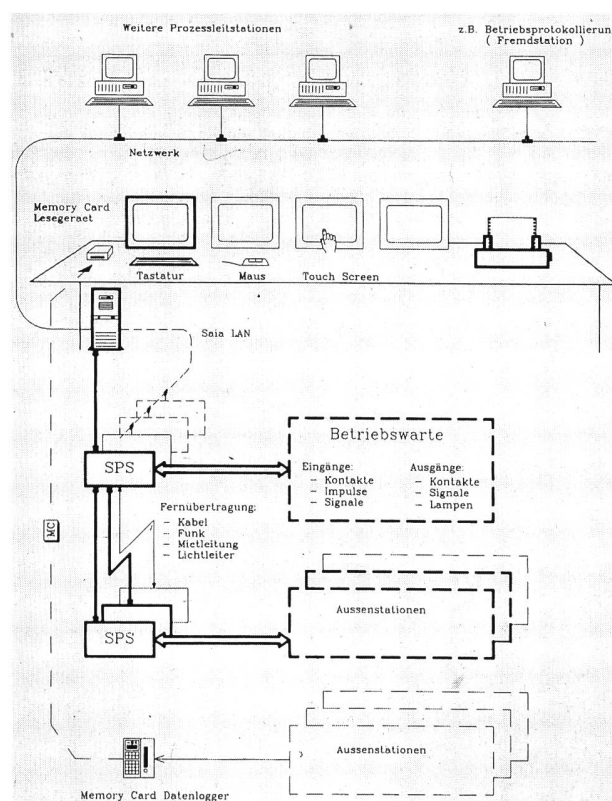

Bild 2. Übersicht eines Prozessleitsystems mit allen Ausbaumöglichkeiten. Fett: In Neuenhof realisiert.
Alle Betriebs- und Störmeldungen, Messsignale, Steuerbefehle und analogen Signale werden von einer lokalen speicherprogrammierbaren Steuerung (SPS) eingelesen bzw. ausgegeben (Bild 2). Diese übernimmt auch die Kommunikation zu den Aussenstellen (Reservoir, Klappenschacht). Der SPS übergeordnet, übernimmt ein Personalcomputer (PC) die grafische Visualisierung, Protokollierung, Speicherung von Langzeitdaten usw. und dient auch der manuellen Betriebsführung.